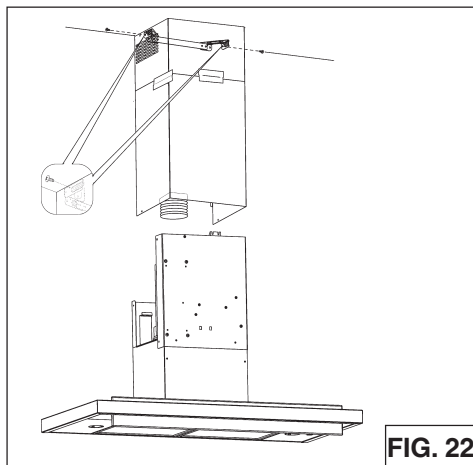

FIG. 22
7. Soulevez le conduit décoratif en place. Fixez le conduit supérieur à la bride de montage avec (2) vis de 3,9 x 6 mm (Fig. 22).